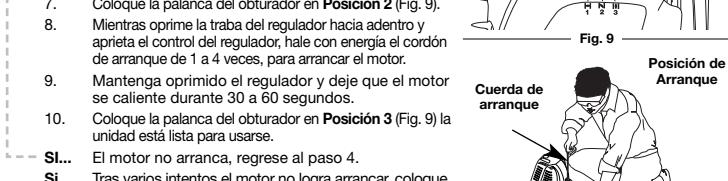
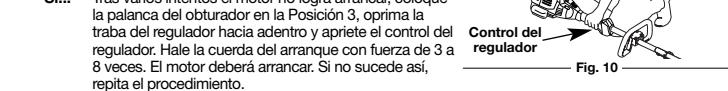

Fig. 9
Fig. 10
4. Oprima completamente el cebador y suéltelo 10 veces. Hágalo lentamente. Se deberá ver un poco de combustible en el cebador y en las tuberías de alimentación de combustible (Fig. 9). Si no puede ver el combustible en el cebador, oprimalo y suéltelo tantas veces como sea necesario hasta que vea combustible en el mismo.
5. Coloque la palanca del obturador en Posición 1 (Fig. 9). Agáchese en posición de arranque (Fig. 10). Oprima la traba del regulador hacia adentro y apriete la palanca de control del regulador. Hale con energía el cordón de arranque 5 veces.
7. Coloque la palanca del obturador en Posición 2 (Fig. 9). 8. Mientras oprima la traba del regulador hacia adentro y apriete el control del regulador, hale con energía el cordón de arranque de 1 a 4 veces, para arrancar el motor.
10. Coloque la palanca del obturador en Posición 3 (Fig. 9) la unidad está lista para usarse.